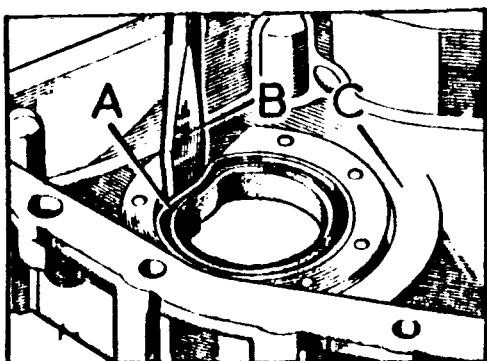

Fig. A1-82 Desmontaje del retén delantero del cigueñal
1. Con un destornillador o una lámina metálica se ejercerá palanca sobre la caja metálica del retén, separándola lo suficiente para poder doblar hacia dentro el retén y poderlo sacar (Fig. A1-82) teniendo cuidado de no dañar la superficie de alojamiento.